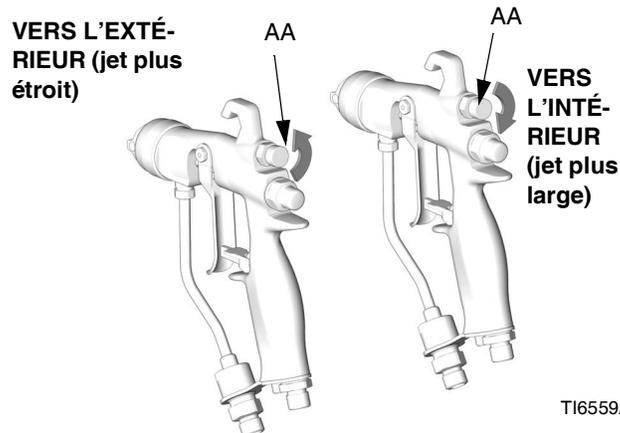

Fig. 6. Bouton d'air du jet
1. Voir la FIG. 6. Fermez l'air de réglage du jet en tournant le bouton (AA) à fond dans le sens horaire (vers l'intérieur). Le pistolet est réglé sur le jet le plus large.